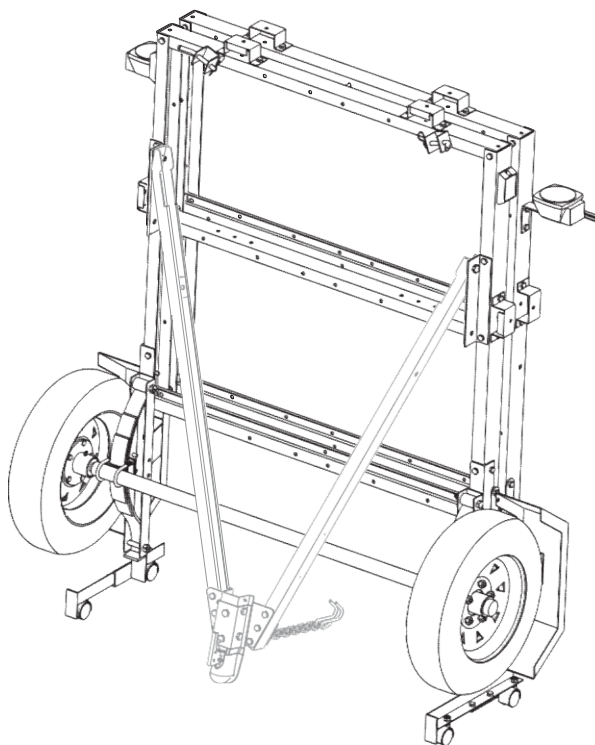

Figure 9: Languette pliante
5. Stockez la remorque contre un mur, en la fixant au mur à l'aide de cordes ou de cordons élastiques. Retirez les deux axes de chape (34) et l'axe R (47). et rabattez la languette de la remorque. Voir la figure 9.